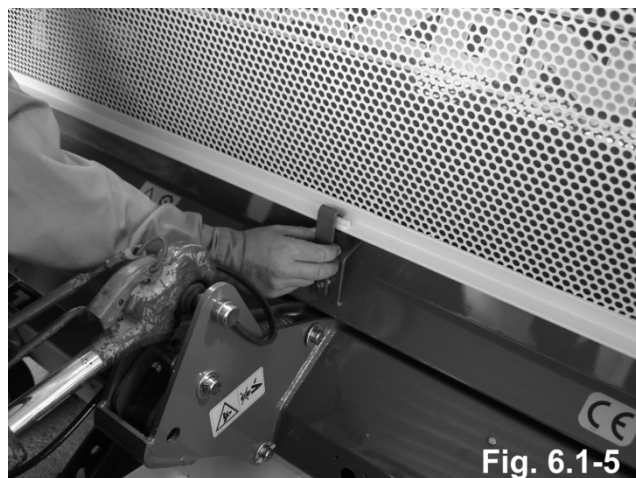

Fig. 6.1-5
- Haka fast säkerhetshaken (bild 6.1-5)